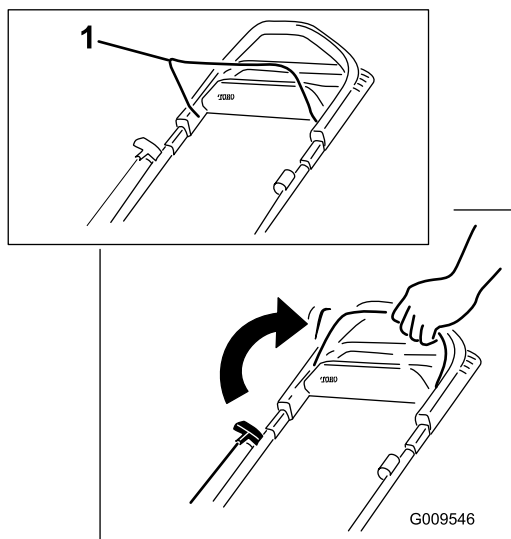

Bild 16
1. Drücken Sie den Schaltbügel gegen den Führungsholm und halten sie ihn gegen den Führungsholm gedrückt (Bild 16).